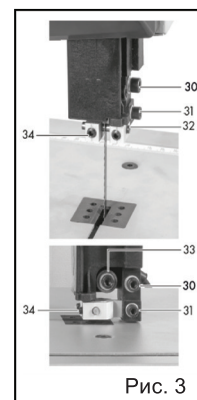

Рис. 3
- Проверьте направляющие ролики (33) задних направляющих, поворачивая ведомый шкив.Контрольное положение: нет непрерывного вращения направляющих роликов во время движения пильного полотна.
5. Проверьте поперечное положение боковых направляющих (рис. 3, 4): Проверьте боковые направляющие, вид спереди, поворачивая ведомый шкив. Контрольное положение: Пильное полотно почти касается направляющих штифтов (32): Зазор приблизительно 1/2 мм. Нет трения пильного полотна о направляющие штифты.